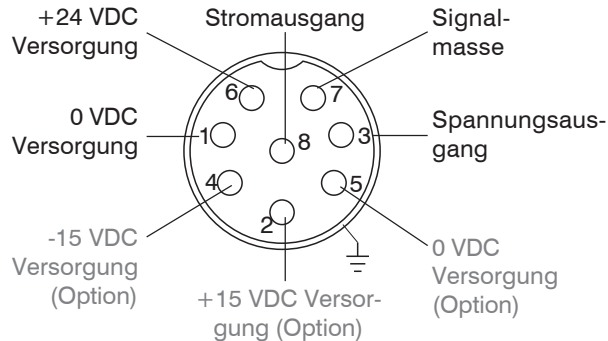

Abb. 5.1: Anschlussbuchsenbelegung und Signalausgang für Standardversorgung (+ 24 VDC) und optionale Versorgung (± 15 VDC)
- ➡ Schließen Sie das Anschlusskabel an die 8-polige Einbaubuchse (Abb. 5.1) am Controller an.